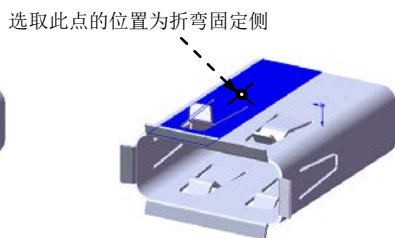

图 10.67 固定侧的位置
(3) 定义绘制的折弯参数。在图 10.67 所示的位置处单击，确定折弯固定侧；在 **折弯位置:** 选项选取“折弯在外”按钮 ，单击  按钮，并在其后文本框中输入角度值 45；取消 ☐ **使用默认半径(R)** 复选框，在  文本框中输入折弯半径值 1。
(4) 单击  按钮，完成绘制的折弯 11 的创作。